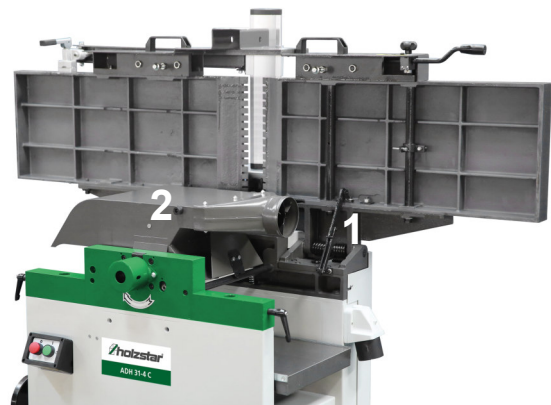

Abb. 9: Umbau zur Dickenhobelfunktion
Der Riegel (1, Abb.9) muss eingerastet sein, damit der Tisch nicht versehentlich nach vorne fällt.
Schritt 3: Positionieren Sie die Staubabsaugung (2, Abb. 9) nach rechts. Verwenden Sie äußerste Vorsicht, um Kontakt mit den Messern des Schneidkopfs zu vermeiden.
Schritt 3: Schwenken Sie die Staubabsaugung (2, Abb. 9) nach links. Verwenden Sie äußerste Vorsicht, um Kontakt mit den Messern des Schneidkopfs zu vermeiden.
Schritt 4: Lösen Sie den Riegel (1, Abb.9) und senken Sie den Tisch langsam ab.